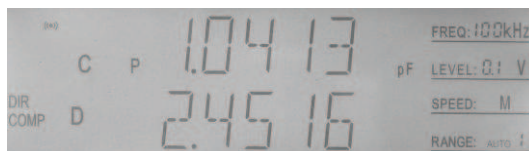

Figura 4-7 Función de comparación on/off
2. Pulse **COMP** , el símbolo "COMP" aparecerá en la pantalla, lo que significa que la función de comparación se ha activado, como se ve en la figura 4-7.